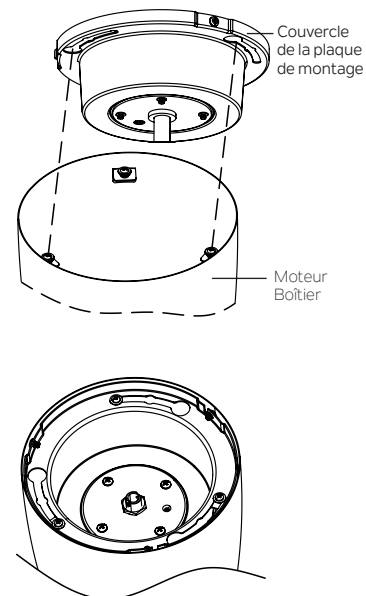

Fig. 12b
Étape 2. Tournez le boîtier du moteur dans le sens des aiguilles d'une montre jusqu'à ce que trois vis se verrouillent à l'extrémité des trous oblongs. (Fig. 12b)